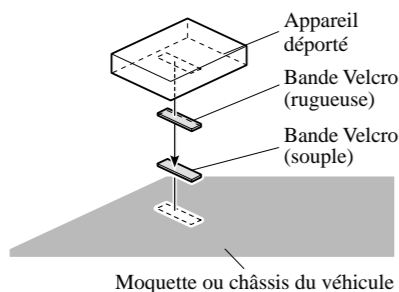

Fig. 9
- **Fixez l'appareil déporté au moyen d'une bande Velcro. (Fig. 9)**